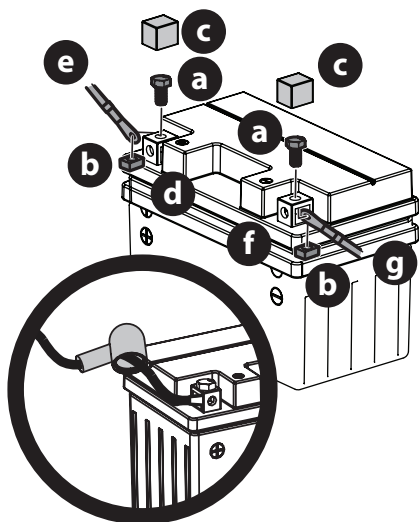

Figure 14
- Retirez les boulons (a) installés en usine et les écrous carrés (b) placés à l'extrémité du faisceau ou dans le sac contenant le manuel. Gardez la quincaillerie pour utilisation ultérieure (Figure 14 à la page 81).
- Retirez le protecteur en plastique (c), si présent, de la borne positive de la batterie (d) et fixez le câble rouge (e) à la borne positive (d) avec un boulon (a) et un écrou carré (b) indiqués à l'étape 1. Utilisez un tournevis Phillips (Figure 14).
- Remplacez le capuchon rouge en caoutchouc sur la borne positive de la batterie pour la protéger contre la corrosion. Voir l'encadré de la Figure 14.
- Retirez le protecteur en plastique (c), si présent, de la borne négative de la batterie (f) et fixez le câble noir (g) à la borne négative (f) avec l'autre boulon (a) et l'autre écrou (b) (Figure 14).